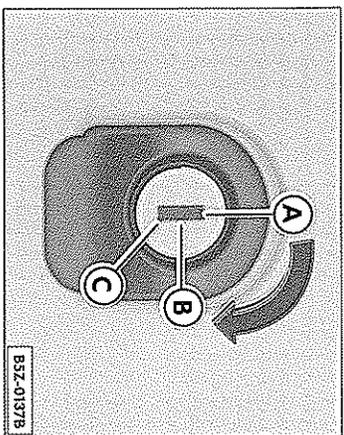

Fig. 1 Tapa trasera: apertura
- Gire la llave hasta la posición vertical ⇒ fig. 1 (A).
- Asegure la manija ⇒ fig. 1, apriete el botón de apertura y levante la tapa.
- Gire la llave en el sentido horario hasta el tope ⇒ fig. 1 (C) y asegúrela en esta posición, apriete el botón de apertura y levante la tapa. La llave no podrá retirarse del cilindro cuando se encuentre en esta posición.
- Gire la llave hasta la posición vertical ⇒ fig. 1 (B). La tapa queda trabada permanentemente y solamente podrá destrabarse con la llave.
En caso de problemas en el sistema eléctrico del vehículo, la tapa del maletero puede destrabarse en forma emergencial con la llave en la posición (C) ⇒ fig. 1 ◀